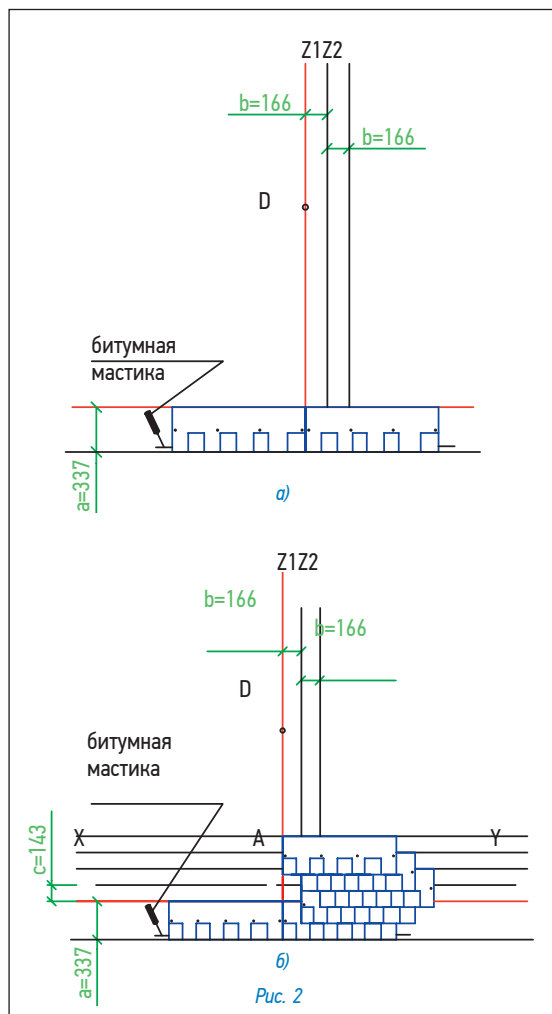

Рис. 2
Укладка материала (рис. 2)
- второй ряд укладывается от линии Z1 (со смещением 16,6 см от AD) (рис. 2б);
- третий ряд укладывается от линии Z2 (со смещением 16,6 см от Z1) (рис. 2б);